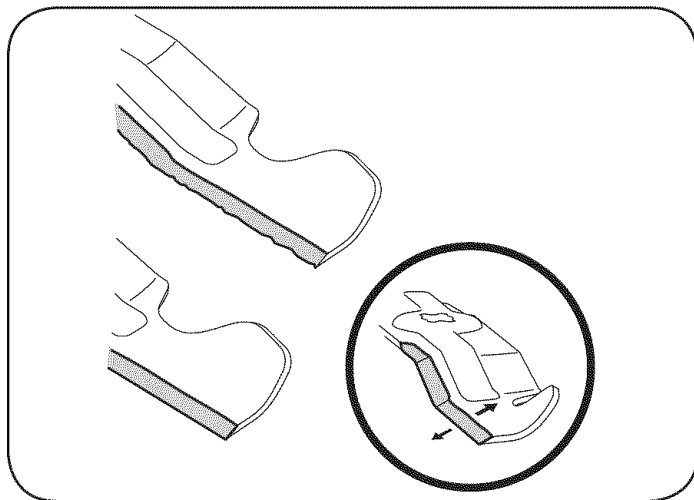

Figura 12
1. Para afilar las cuchillas de corte correctamente, extraiga cantidades iguales de metal de ambos extremos de las cuchillas a lo largo de los bordes cortantes, paralelo al borde de caída, a un ángulo de 25° a 30°. Vea la Figura 12.